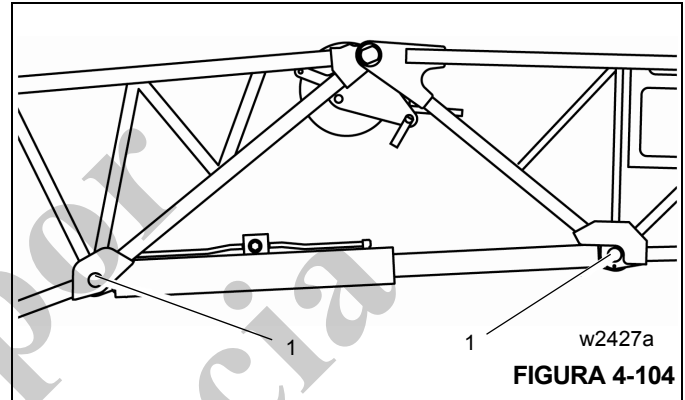

FIGURA 4-104
Hay una grasera en el eje de pie y una en la cabeza (1) (Figura 4-104).